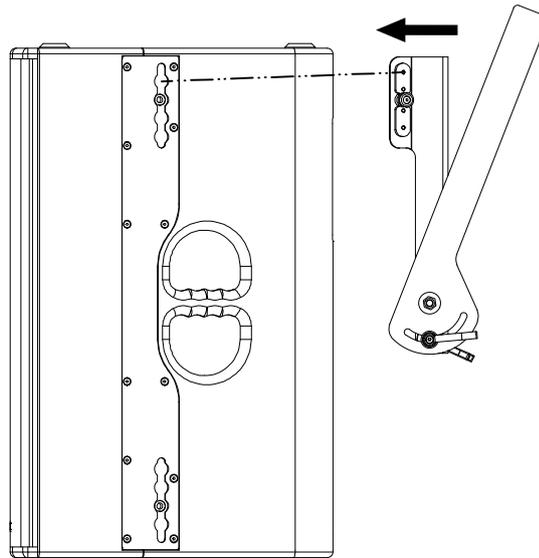

Abbildung 4.3.1 - Montage SBT24 an T24N Lautsprecher
2. Führen Sie dann den SBT24 Schwenkbügel von hinten mit beiden Seitenarmen (siehe Abbildung 4.3.1) in Höhe der Air-Cargo Rigging-Aussparungen an den T24N Lautsprecher.